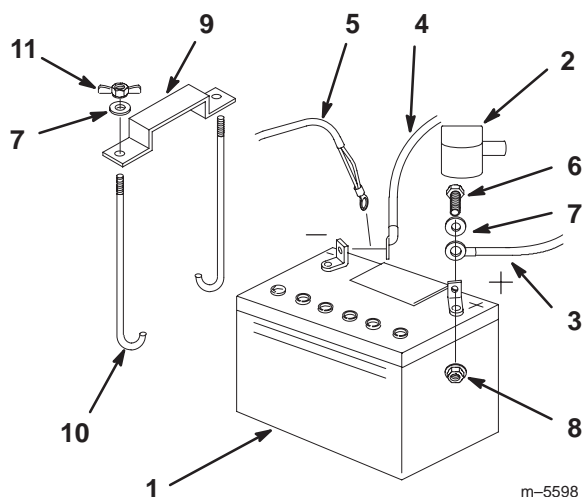

Figure 61
1. Placez la batterie dans son support en tournant les bornes vers le moteur (Fig. 61).
4. Fixez les câbles à l'aide de 2 boulons (1/4 x 3/4"), 2 rondelles (1/4") et 2 contre-écrous (1/4") (Fig. 61).
6. Fixez la batterie en position avec des boulons en J, une barrette de maintien et 2 rondelles (1/4"), ainsi que 2 écrous papillons (1/4") (Fig. 61).
3. Débranchez d'abord le câble négatif et le câble de masse de la borne négative (-) de la batterie (Fig. 61).
4. Ôtez le capuchon rouge de la borne positive (rouge) de la batterie. Retirez ensuite le câble positif (rouge) de la batterie (Fig. 61).
5. Retirez les deux écrous papillons (1/4") de fixation de la barrette de maintien de la batterie (Fig. 61).